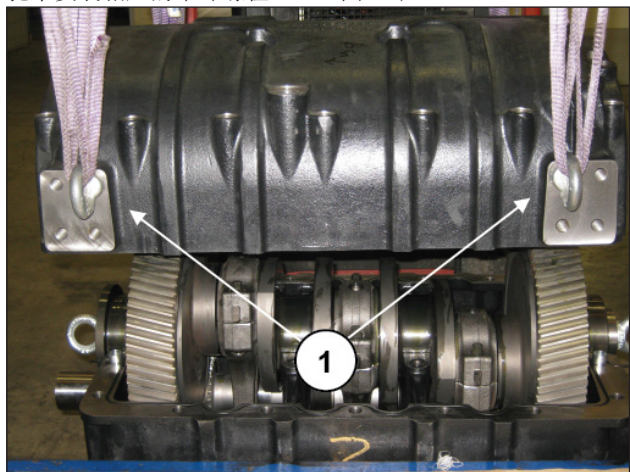

图 26
要拆除后泵壳，可拆下泵壳上的支撑脚并利用四个M16螺纹孔来安装相应的吊环螺栓（①，图 26）。